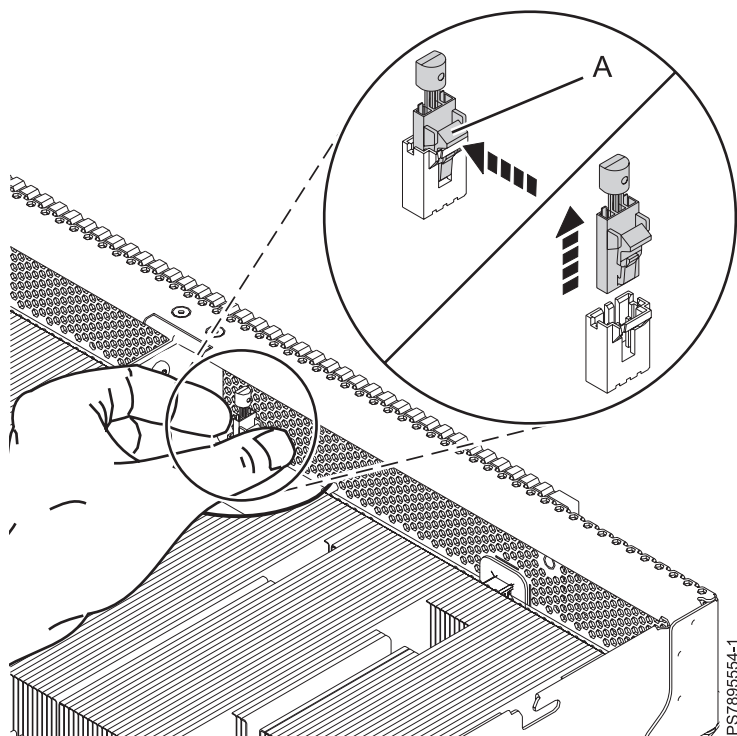

Figure 33. Retrait du détecteur thermique
5. Localisez le détecteur thermique (voir figure 33, à la page 72).